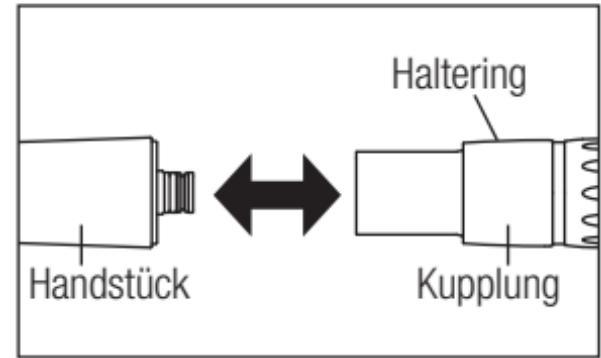

Abb. 2
- 1) Führen Sie Handstück und Kupplung zusammen (Abb. 2).
Ziehen Sie am Halterung und entfernen Sie das Handstück aus der Kupplung (Abb. 2).